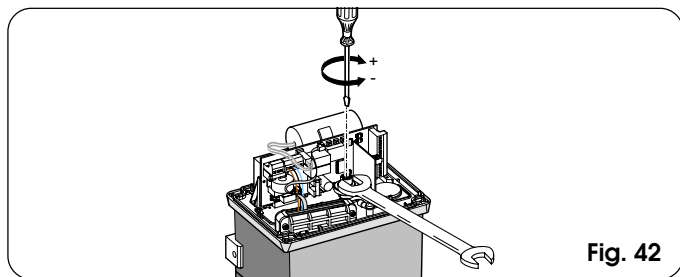

Fig. 42
- 2) Houd de motoras geblokkeerd met een engelse sleutel en draai aan de stelschroef van de koppeling met een inbusleutel of schroevendraaier zoals op fig. 42. Om het koppel te verhogen, draait u de schroef met de klok mee. Om het koppel te verminderen, draait u de schroef tegen de klok in.